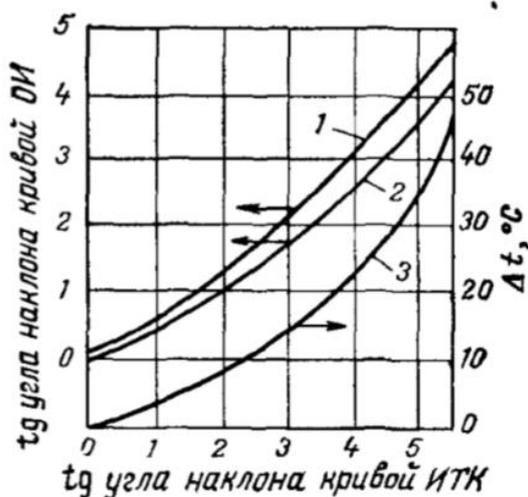

Рисунок 4 – График для построения кривых ОИ нефтяных фракций
- 1) Определяют $tg \angle ИТК$; по графику (рисунок 4).
- 3) По кривой 3 (рисунок 4) определяют Δt – разность между 50%-ными точками на линиях ИТК и ОИ. Из $tg \angle ОИ = 0,7$ следует, что $\Delta t = 7 \text{ } ^\circ\text{C}$.